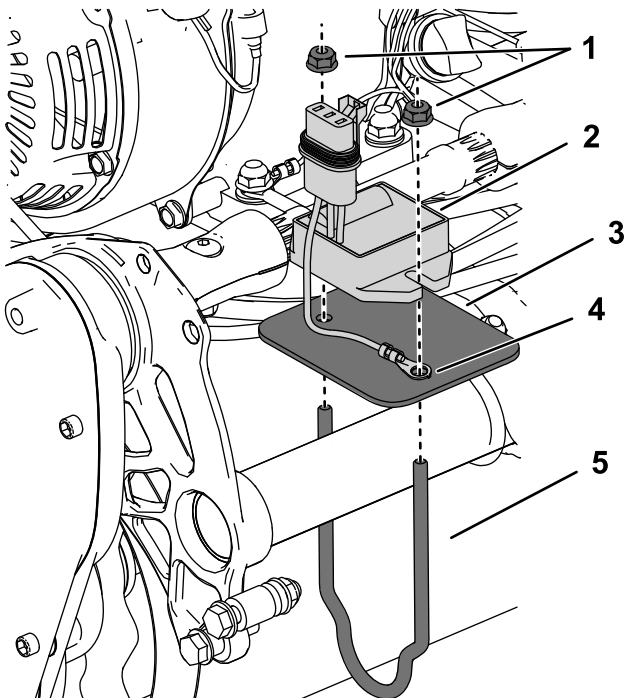

Bild 1
1. Montieren Sie die Aufnahme, Befestigungsplatte und den Regler mit zwei Bundmuttern am hinteren Rahmenrohr, wie in **Bild 1** dargestellt.
Wichtig: Montieren Sie den Ringkabelschuh vom Reglerstecker zwischen Regler und Befestigungsplatte (**Bild 1**).